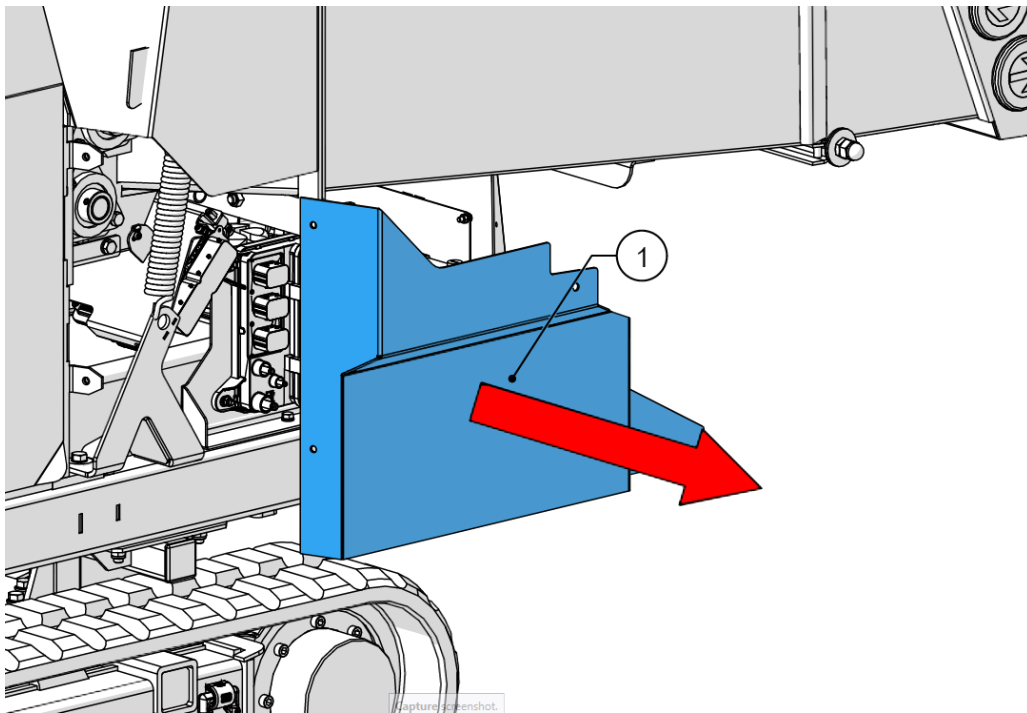

Figure 51 - Dépose du panneau latéral
4. Déposez le panneau latéral (1, Figure 51).